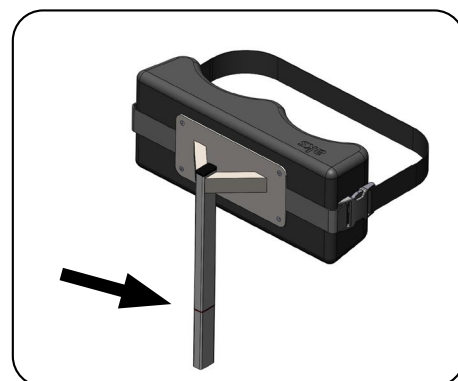

Abb. 9.2.04 – Schienbeinstütze mit roter Markierungslinie
**Beachten Sie die maximale Auszugshöhe, erkennbar an der roten Markierungslinie** (Abb. 9.2.04).